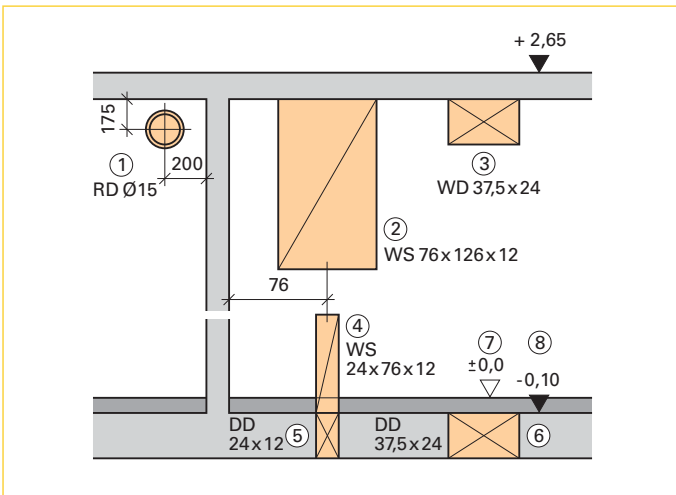

Bild 1: Werkplan Stockwerkschnitt
3.2 Erläutern Sie die Angaben 1 bis 8 im Werkplan (Bild 1).